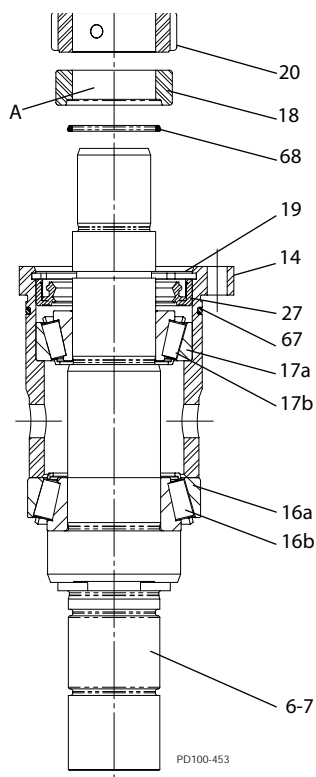

Figura 47 - Armado de cojinetes
3. Instale la copa del cojinete delantero (Figura 47, renglón 16a) sobre el cono ya instalado (elemento 16b), seguido por la carcasa del cojinete (elemento 14).
6. Instale el anillo O (elemento 68) y el manguito del sello (elemento 18) en el eje, como se muestra en la Figura 47. Oriente el manguito del sello con la ranura hacia el cojinete.